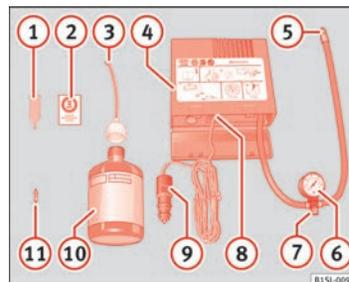

Fig. 141 Representación estándar: Contenido del kit antipinchazos.
El kit antipinchazos se encuentra en el compartimento del maletero bajo el revestimiento del piso. Incluye los siguientes componentes → fig. 141:
10. Pegue el adhesivo ⇒ fig. 141 ② del kit antipinchazos en un lugar visible del tablero de instrumentos.
- Desenrosque el obús de válvula del neumático con el correspondiente útil ⇒ fig. 141 ① y colóquelo sobre una superficie limpia.
- Agite enérgicamente la botella de sellante de neumáticos ⇒ fig. 141 ⑩ durante unos segundos.
- Enrosque el tubo de inflado ⇒ fig. 141 ③ fijamente en la botella de sellante girándolo en el sentido de las agujas del reloj. El precinto de la boca de la botella se traspasa automáticamente.
- Retire el tapón del tubo de llenado ⇒ fig. 141 ③ y enrosque el extremo abierto del tubo en la válvula del neumático.
- Vuelva a enroscar el obús de válvula con el correspondiente útil ⇒ fig. 141 ① en la válvula del neumático.
- Enrosque fijamente el tubo de inflado del neumático ⇒ fig. 141 ⑤ del compresor en la válvula del neumático.
- Compruebe si el tornillo de evacuación de aire ⇒ fig. 141 ⑦ está cerrado.
- Acople el conector ⇒ fig. 141 ⑧ a una toma de corriente de 12 voltios del vehículo ⇒ página 121.
- Conecte el compresor de aire con el conmutador ON/OFF ⇒ fig. 141 ⑧.
Vuelva a enroscar el tubo de inflado ⇒ fig. 141 ⑤ y compruebe la presión en el manómetro ⑥.